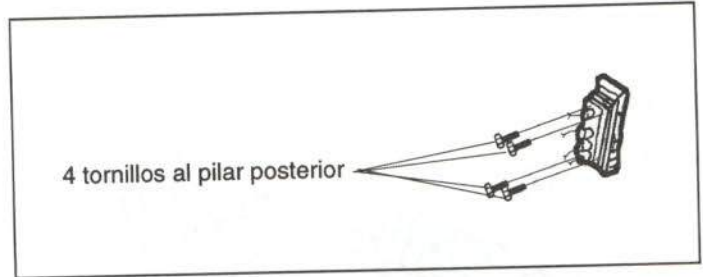

Figura 54.- Unión del piloto trasero
Su unión queda reflejada en la figura 54.
- Piloto trasero (figura 54)